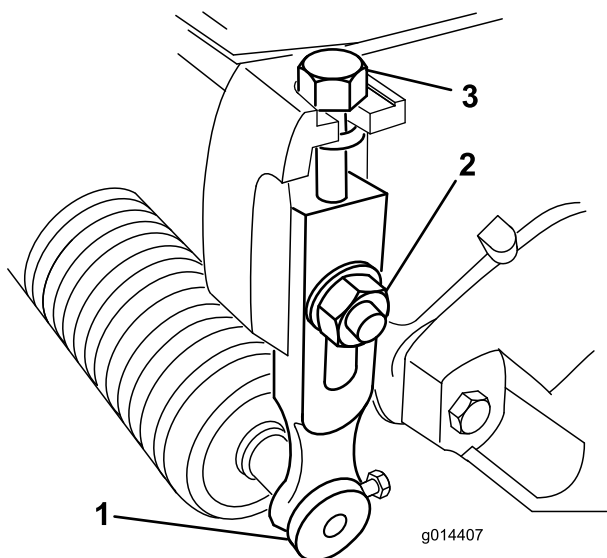

Figura 14
1. Afloje las contratuercas que sujetan los brazos de altura de corte a las chapas laterales de la unidad de corte (Figura 14).